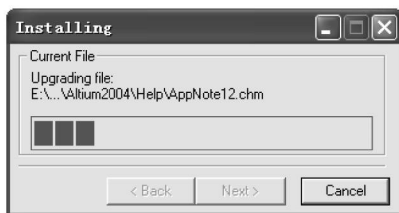

图 1-11 【安装进度】对话框
(4) 步骤四 单击【Next】按钮，进入安装。弹出安装进度对话框，将显示安装进度，如图 1-11 所示。